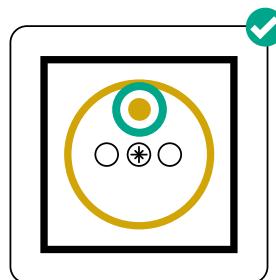
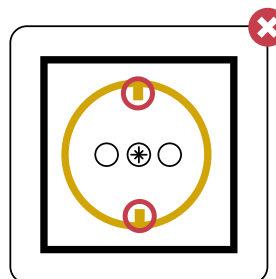

fig. 1
fig. 2
- Alle stopcontacten zijn voorzien van een aangesloten penoording **zie fig. 1** (randaarding is verboden in België **zie fig. 2**) en zijn van het kindveilige type, zodat metalen voorwerpen – zoals een ijzerdraadje – niet in het stopcontact gestoken kunnen worden.